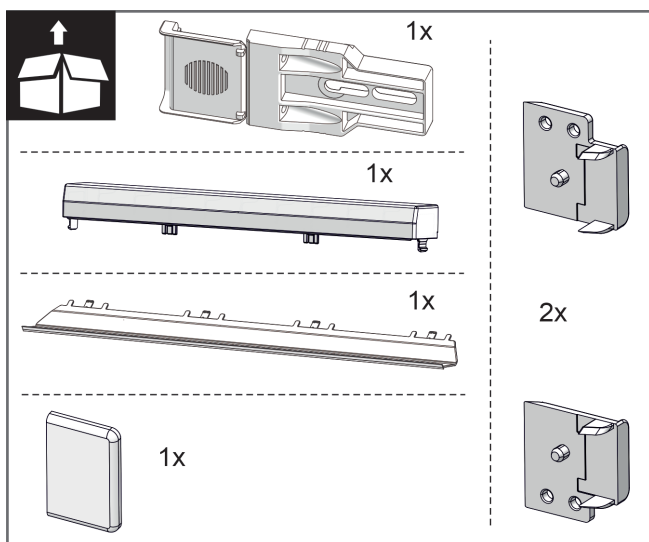
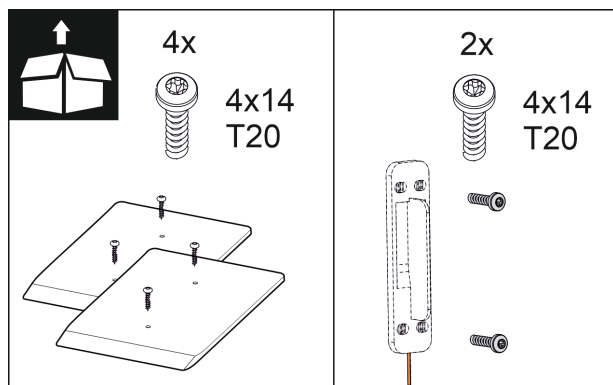

Fig. 9
Fig. 15
2. Zkontrolujte montážní díly v příslušenství. Fig. 9 () až Fig. 15 ()
Montážní díly v příslušenství Fig. 9 () až Fig. 15 ()